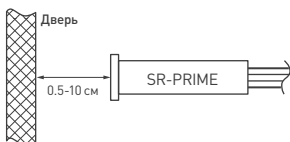

Рисунок 2. Установка датчика SR-PRIME DOOR
- Датчик DOOR должен быть смонтирован так, чтобы дверь в закрытом положении находилась на расстоянии до 10 см от лицевой стороны датчика [рис. 2]. Свет будет включаться при открывании двери и выключаться при ее закрывании. Для лучшего отражения ИК-сигнала от черных поверхностей наклейте на дверь небольшой отражающий элемент.